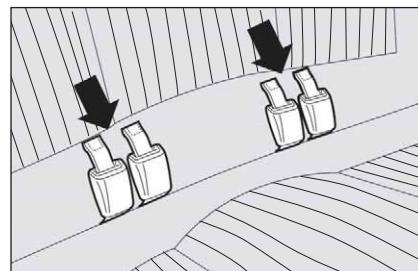

fig. 104
- ☐ agganciare le fibbie alle linguette (indicate dalle frecce) poste sullo schienale **fig. 104**;